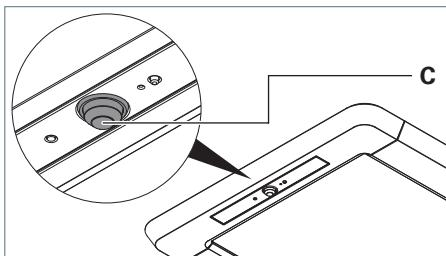
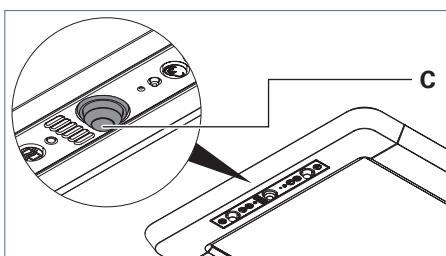

Fig. 23 : Capteur PIR, modèle R.
Fig. 24 : Capteur PIR , modèle RX.
- ▶ Orientez la tête sphérique **C** du capteur PIR dans le sens souhaité, voir Fig. 23 et voir Fig. 24.